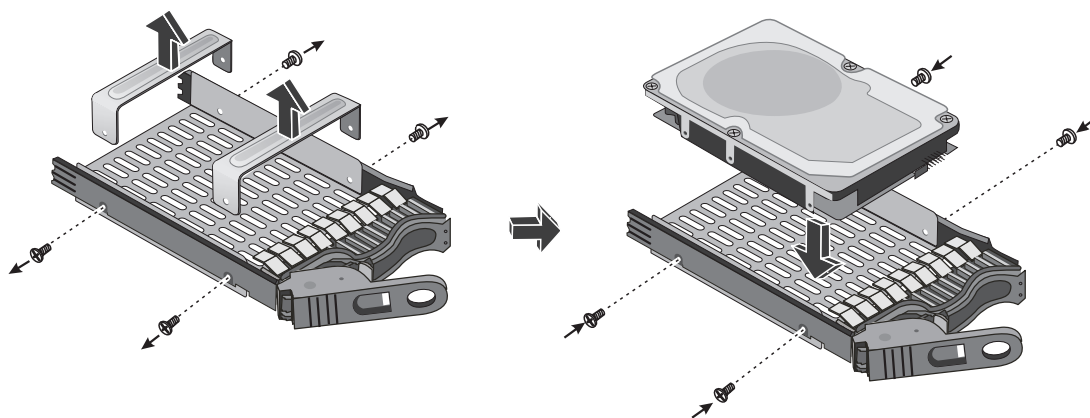

Figura 2-9: Montaje de la unidad de disco duro de intercambio en caliente y del soporte
4. Monte el disco duro y el soporte. El soporte está formado por una guía de montaje, una cubierta PCA y dos barras auxiliares. Las dos barras auxiliares deberían retirarse antes de instalar la unidad de disco duro. Consulte la figura 2-9.